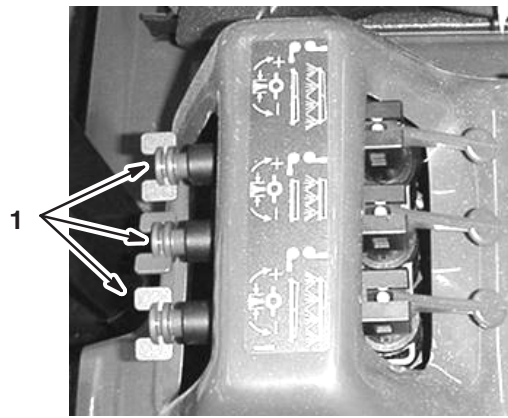

Bild 25
12. Verstellen Sie das Sicherheitsventil des Spritzgestänges (Bild 25) für das abgestellte Spritzgestänge so lange, bis der auf dem Manometer angezeigte Druckwert dem in Schritt 10 angezeigtem Wert entspricht.